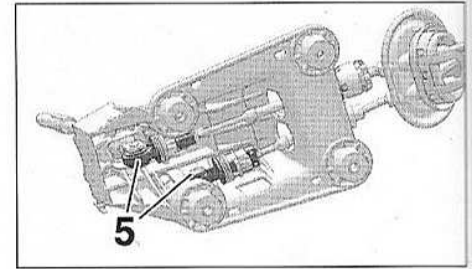

FIG.12
- les écrous (4) du boîtier de commande de vitesses,
- Déboîter les rotules (5) à l'aide de l'outil [1] (Fig.12).